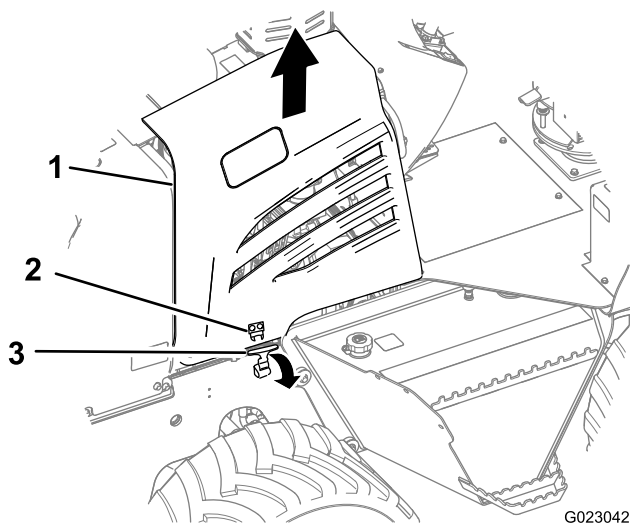

Figura 37
2. Tire del asa del enganche del panel y suelte el enganche del anclaje (Figura 37).
3. Suba recto el panel lateral y sáquelo de la máquina (Figura 37).
4. Tire hacia fuera del asa del enganche del panel y, a continuación, gírela hasta que quede alineada con el anclaje (Figura 37).